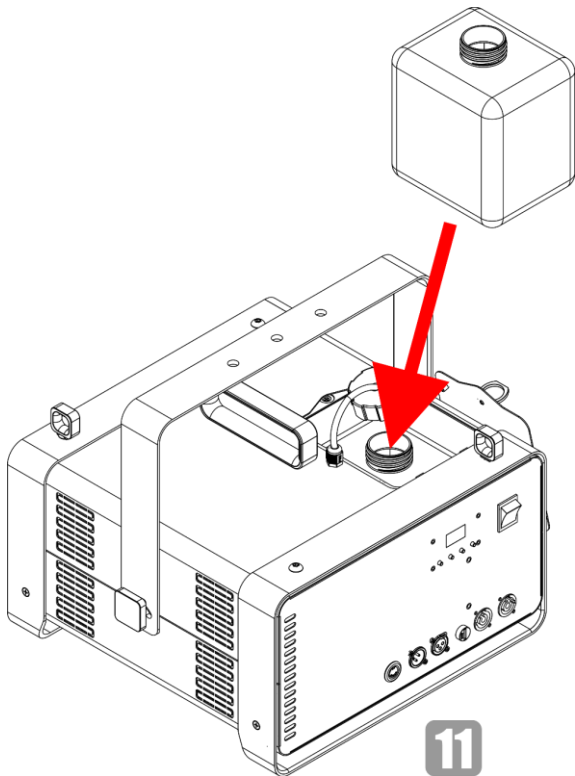

Fig. 17
- 11) Vuelva a colocar el depósito de fluido en el dispositivo como se indica en la Fig. 17.